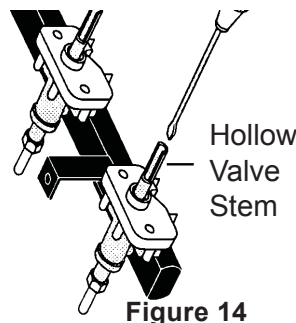

Figure 14
- Introduzca un destornillador delgado en la varilla hueca de la válvula y ajústelo sobre el tornillo que se encuentra adentro. El tamaño de la llama se puede aumentar o reducir girando el tornillo. Gire el tornillo a la izquierda para aumentar el tamaño de la llama. Gire el tornillo a la derecha para reducir el tamaño de la llama (vea las figs 14 y 15). Ajuste la llama hasta que pueda girar la perilla rápidamente desde la posición **LITE** (encender) hasta el ajuste mínimo sin que se apague la llama. La llama debe ser lo mas pequeña posible sin que se apague.